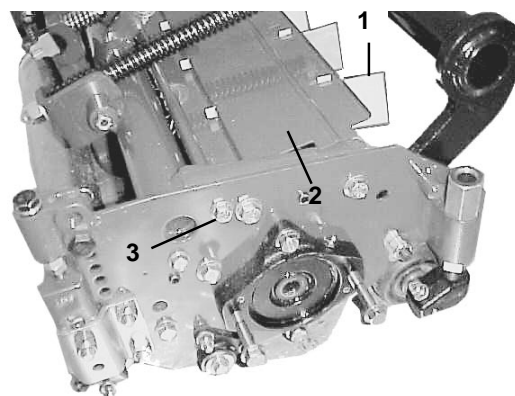

Fig. 3
2. For å justere finnene (fig. 3) huker du fremre festeørene av og flytter det til slissen for rett frem eller til siden.